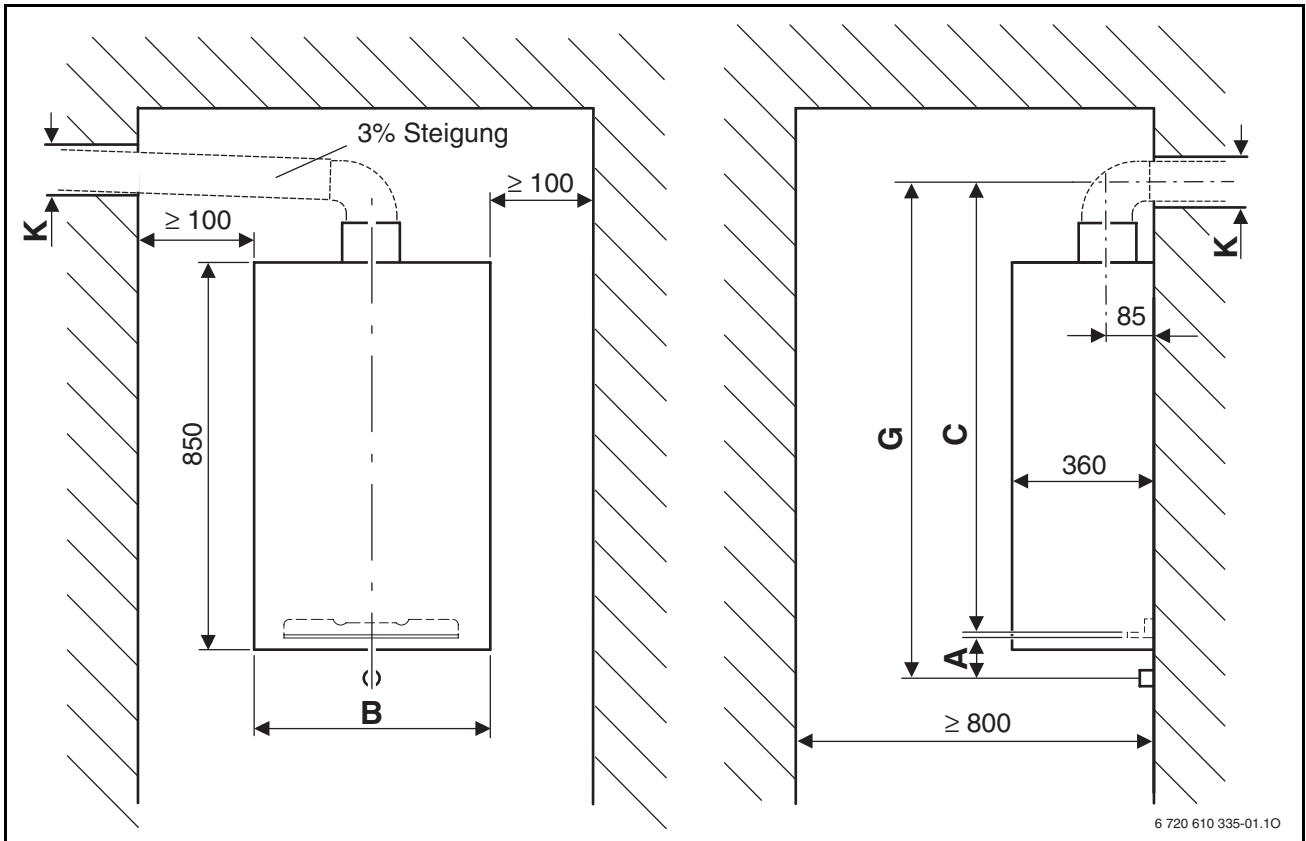

Bild 1
3.1.1 Brennwertgerät ohne Speicher (Bild 1)